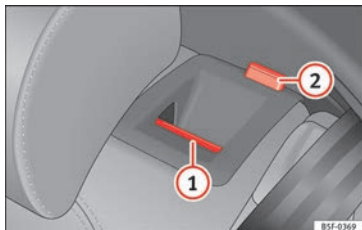

Fig. 145 Sullo schienale del sedile posteriore: tasto di sblocco (1); tacca rossa (2).
- Tirare il tasto di sblocco » **fig. 145 (1)** in avanti e, contemporaneamente, abbattere lo schienale.
- Lo schienale posteriore è sbloccato quando si vede la tacca rossa sul tasto (2).
Lo schienale posteriore è sbloccato quando si vede la tacca rossa sul tasto » **fig. 145 (2)**.